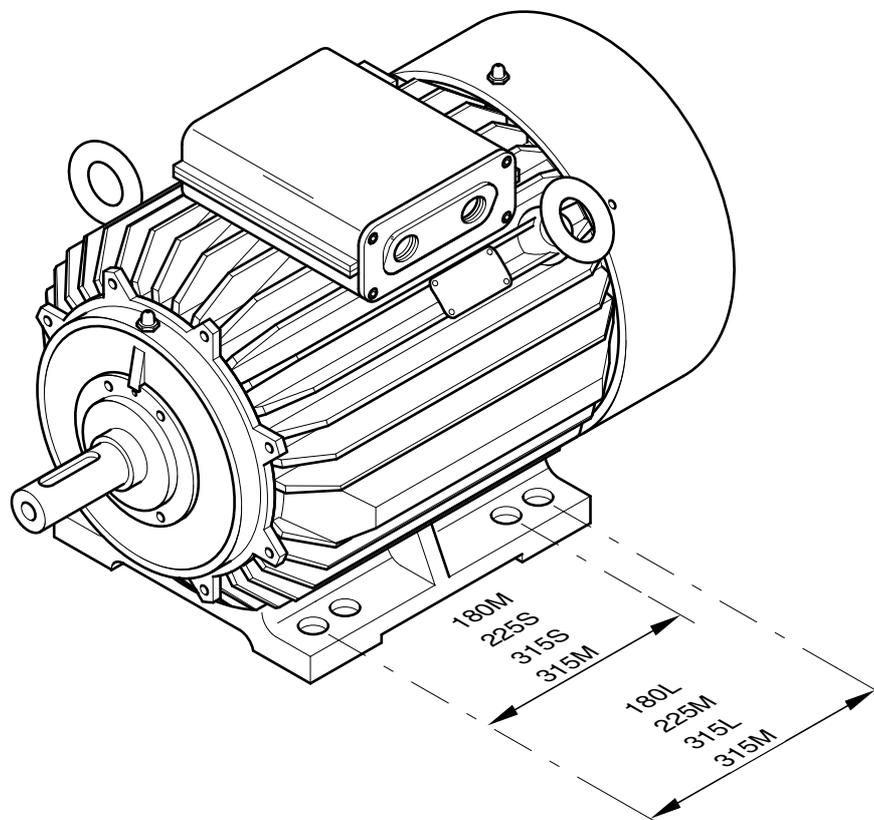

Figure 2: Trous de fixation du pied
2.6 Trous de fixation du pied (Figure 2)